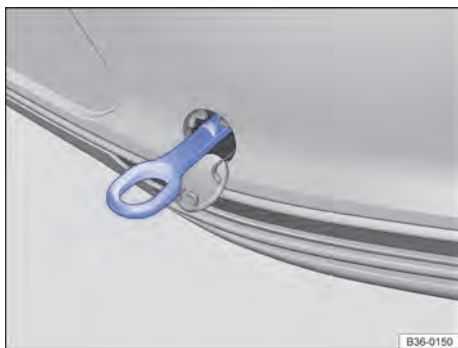

Fig. 320 No para-choque traseiro à direita: argola de reboque rosqueada.
- Rosquear a argola de reboque tão firme quanto possível **no sentido anti-horário** no alojamento → Fig. 320 → . Utilizar um objeto apropriado com o qual a argola de reboque possa ser rosqueada com firmeza no alojamento.